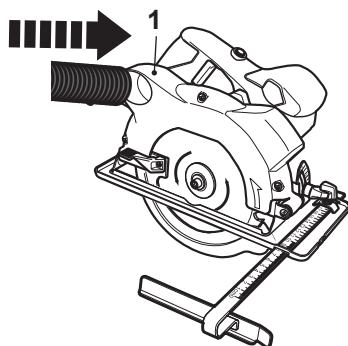

Fig. 4
- > Conecte un dispositivo adecuado de extracción de polvo, p.ej. un aspirador apropiado, a la salida de extracción de polvo (1) (Fig. 4).